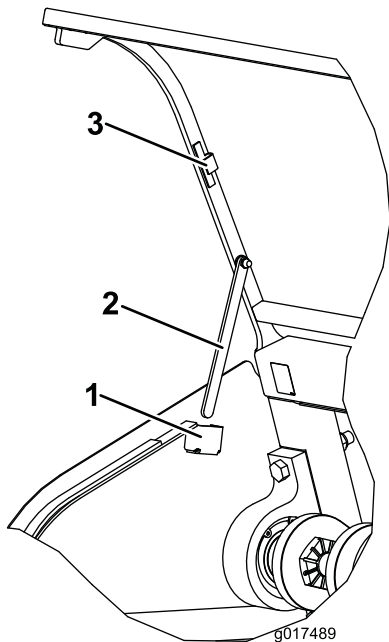

Bild 34
3. Schwenken Sie die Stützstange an jeder Seite der Haube von der magnetischen Lagerhalterung nach unten und setzen sie in die Stützstangenhalterung ein (Bild 34).